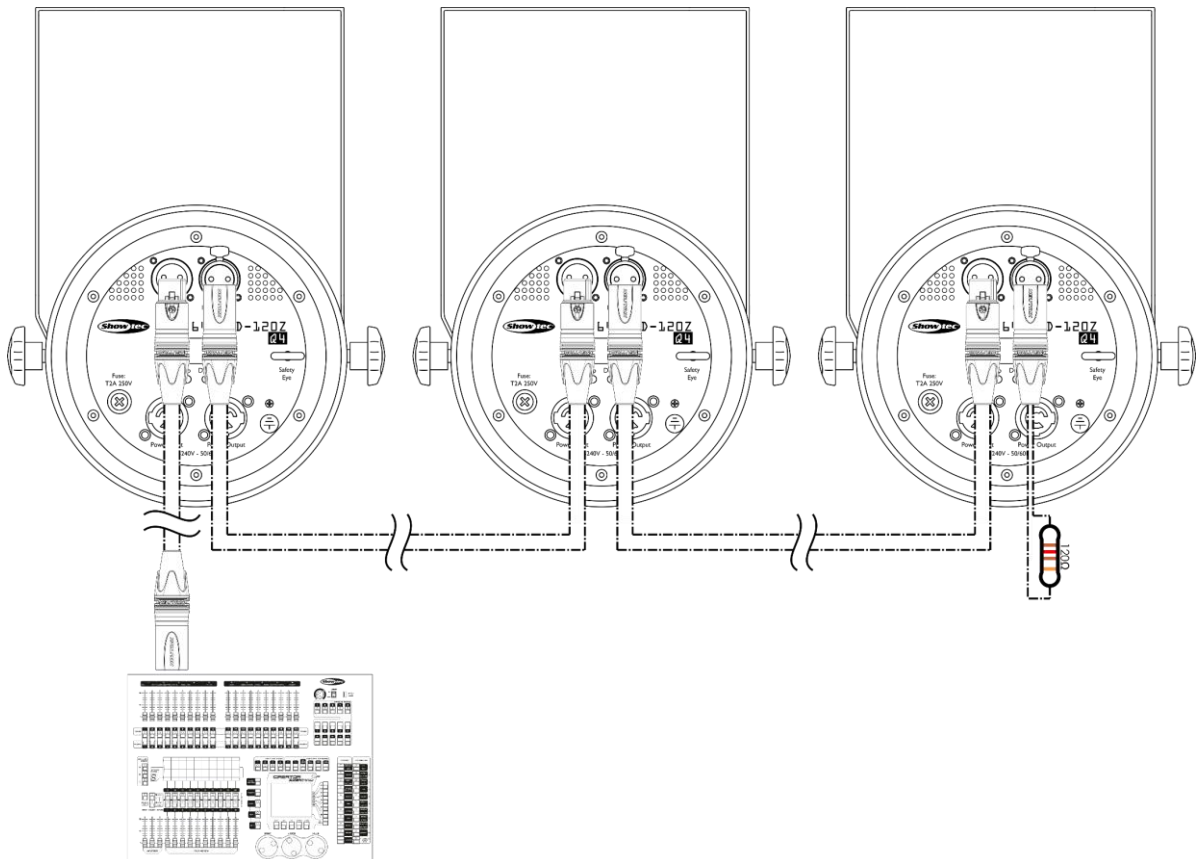

Fig. 06
- 04) Collegare le unità come indicato nella fig. 06. Collegare la presa DMX "out" della prima unità alla presa DMX "in" della seconda unità, servendosi di un cavo di segnale DMX. Ripetere questo processo fino a collegare la seconda, la terza e la quarta unità.